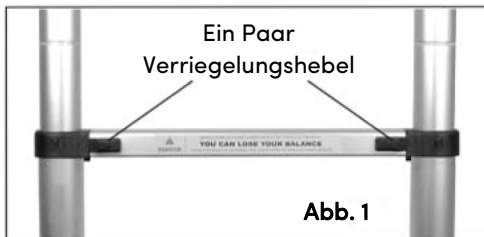

Abb. 1
- Jeder Mechanismus ist mit einem von außen sichtbaren Verriegelungshebel verbunden (siehe Abb.1). Die Verriegelungshebel haben zwei Zwecke. Sie zeigen an, ob der Mechanismus verriegelt ist (oder nicht) und dienen als Knöpfe zum Lösen der Stifte (Absenken der Leiter).